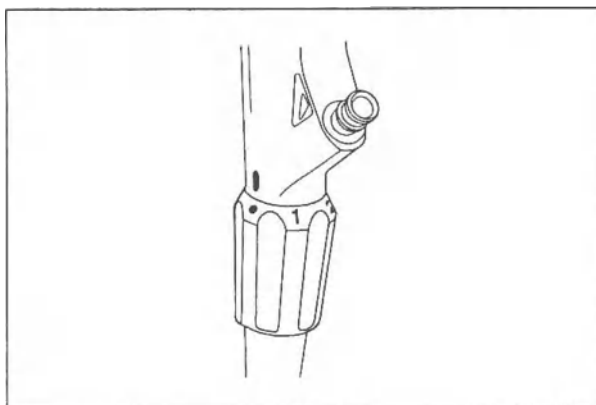

Рисунок 3.4.
1. Убедитесь в том, что указательные метки («●», «1», «2», «3») на кольце регулировки жесткости и метка «I» на нижней стороне области захвата четко видны (см. Рисунок 3.4.).